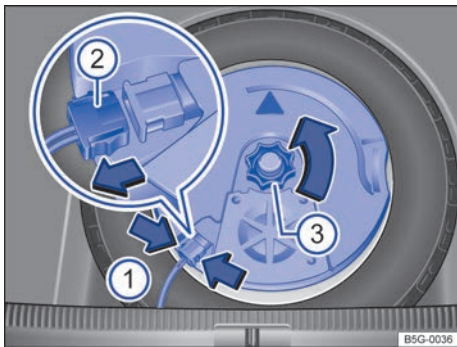

Fig. 297 En el maletero: desmontar el subwoofer (variante 1).
- Para desbloquear el conector → fig. 297 (2), comprima las pestañas de encastre → fig. 297 (flechas 1).
- Desacople el conector (2) y deje el cable a un lado.
- Desenrosque la ruedecilla (3) en el sentido contrario al de las agujas del reloj (flecha).
- Acople el conector → fig. 297 (2) hasta que encastre de forma audible.
- Enrosque la ruedecilla (3) en el perno roscado en el sentido de las agujas del reloj hasta que el subwoofer quede bien fijado.
- Acople el conector → fig. 297 ② hasta que encastre de forma audible.
- Enrosque la ruedecilla ③ en el perno roscado en el sentido de las agujas del reloj hasta que el subwoofer quede bien fijado.